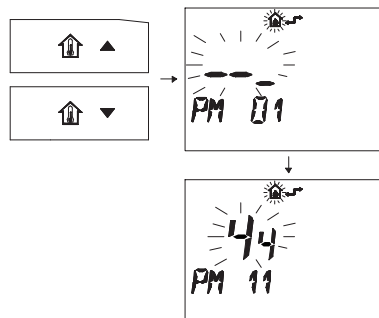

Fig. 5.57
- Pulse los botones para visualizar la programación "PM 11" de la postcirculación de la bomba (Fig. 5.57).